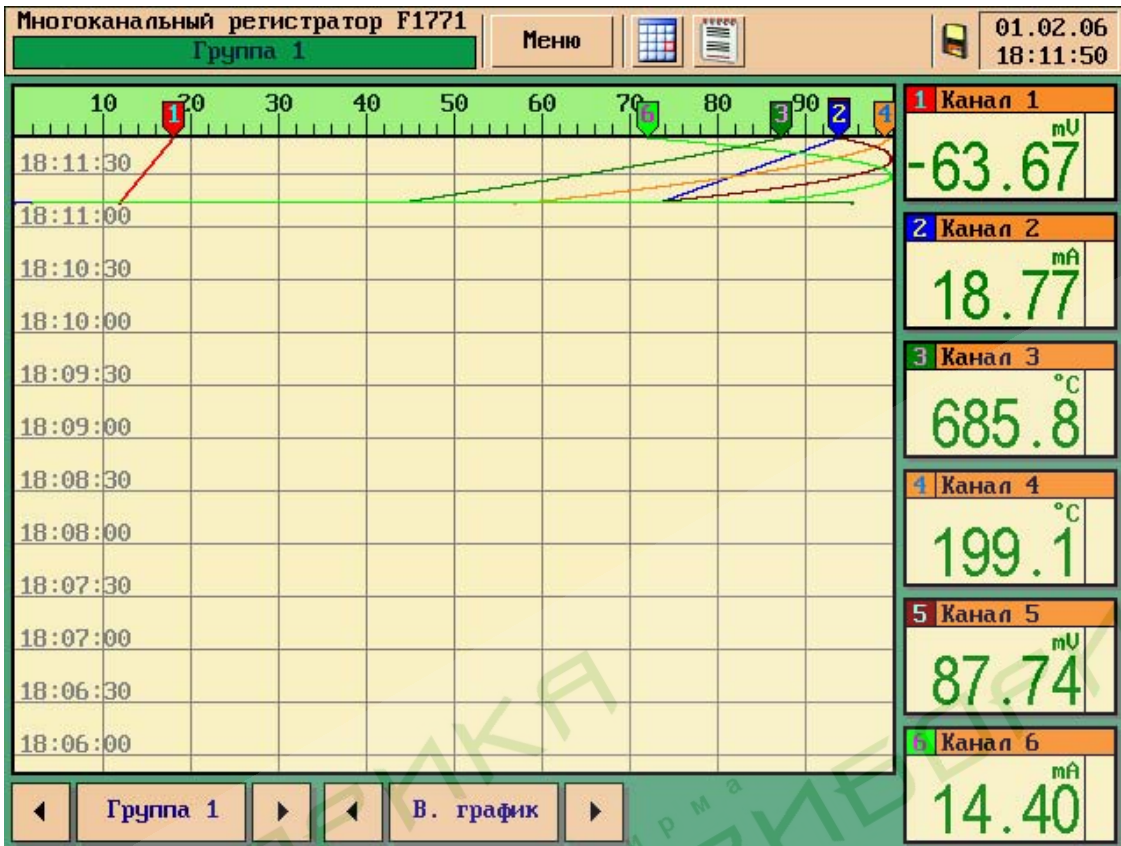

Рис.3
2. **«Вертикальный график»** – режим отображения на экране результатов измерения по каналу или группе каналов (рис.3) в виде кривых разного цвета, записывающихся сверху вниз. Справа от графиков расположены окна с цифровым от-